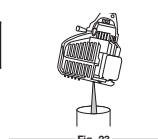

Fig. 24
- Remplissez de nouveau le carter moteur de 90 ml (3,04 oz) d'huile SAE 30 SF, SG, SH (Fig. 24).